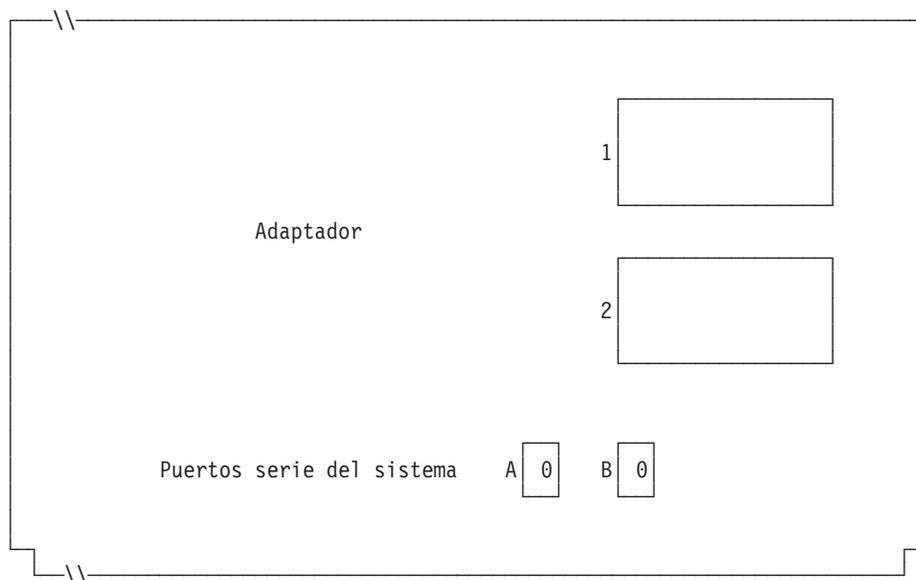

Figura 101. Lado derecho de la parte posterior del Terminal de Punto de Venta IBM 4694-2x6
- Si las aplicaciones de terminal utilizan un puerto asíncrono, escriba el número de puerto en la Figura 101 en la página 316. Especifique un 0 para los puertos no utilizados por el terminal. Los números de puerto válidos son 1, 2, 3, 4.